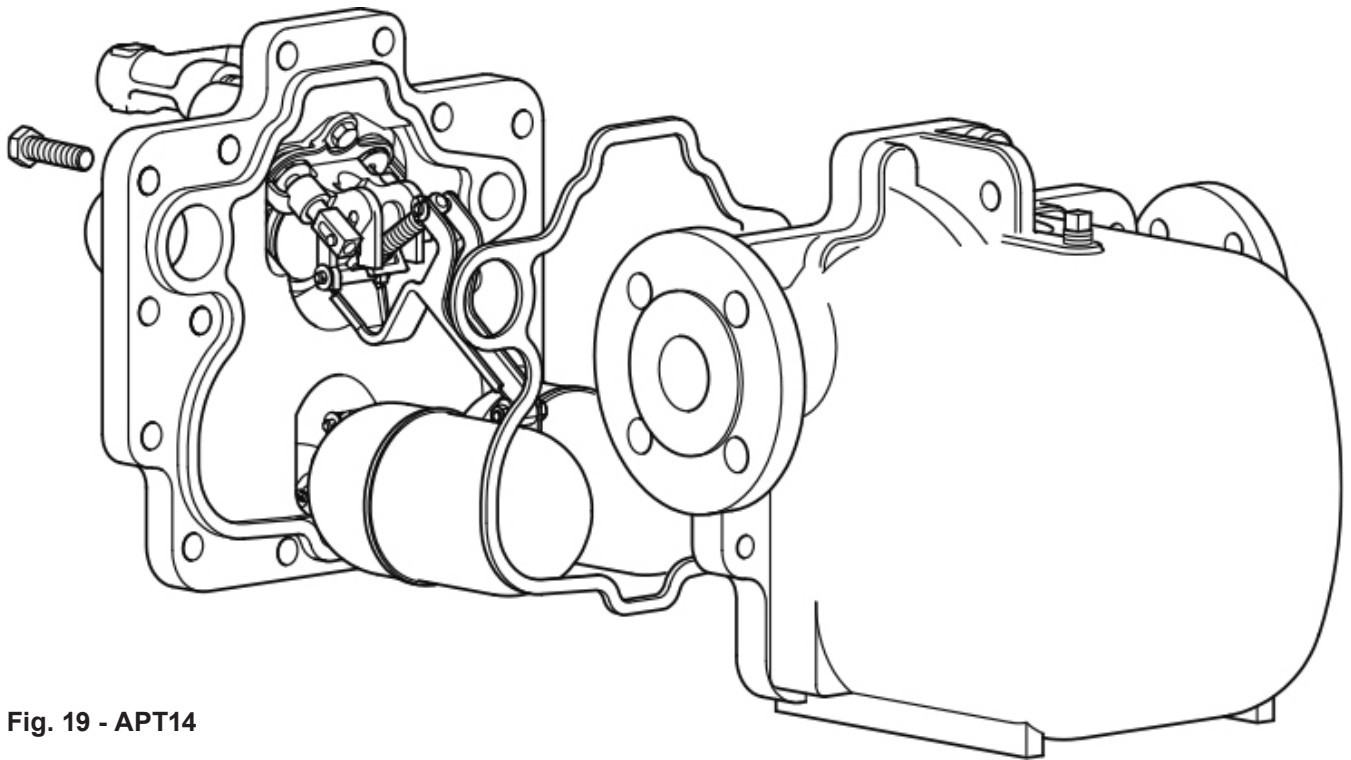

Fig. 19 - APT14
3. Positionner le nouveau joint avec précaution (rep. 2) sur le corps (Fig. 19).